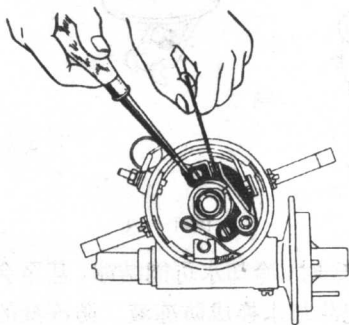

图 1-11
(3) 调整发动机转速及加速性能；调整火花塞间隙及分电器触点间隙（见图 1-11）。